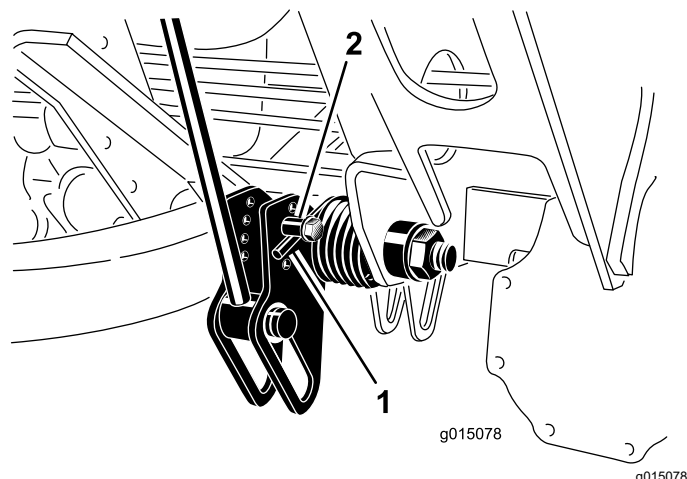

図 71
2. 調整作業の最中に、スプリングのテンションが掛からないようにするため、スプリングの長い方の端にパイプなどを通してスプリングの力を殺しておく 図 71。
3. スプリングのテンションをなくしたら、スプリングアクチュエータを固定しているボルトとロックナットを外す 図 71。